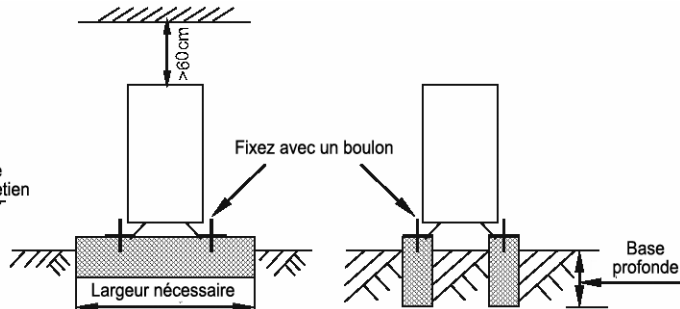

Figure 18
- Préparez une chape en béton de 590 x 328 (cf. figure 18)